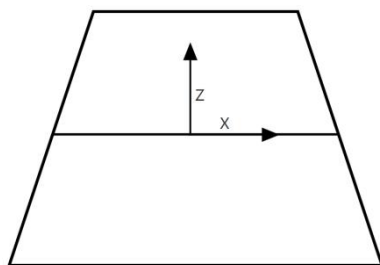

图 2.7 2D 激光平面坐标系
- **2D 激光平面坐标系：**相机静止时，线激光平面上定义的坐标系由 X 轴和 Z 轴组成的 2D 坐标系。单体相机标定好后已经建立，单独进行轮廓测试时使用。如图 2.7 所示。